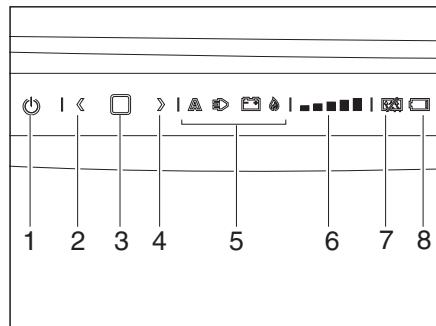

Fig. 132 Elementi di comando per il frigorifero (Thetford)
- Premere il tasto di conferma (Fig. 132,1) e tenerlo premuto per 2 secondi.
- Sul display (Fig. 132,5) per la fonte di energia i simboli del funzionamento a gas, a rete elettrica o a batteria iniziano a lampeggiare.
- Selezionare la fonte di energia desiderata con i tasti a freccia (Fig. 132,2 e 4).
- Premere il tasto di conferma (Fig. 132,3) per confermare la selezione.
- L'indicatore dello stadio di raffreddamento (Fig. 132,6) inizia a lampeggiare.
- Selezionare lo stadio di raffreddamento desiderato con i tasti a freccia (Fig. 132,2 e 4).
- Premere contemporaneamente entrambi i tasti a freccia (Fig. 132,2 e 4) e tenerli premuti per 2 secondi.
- Il simbolo indicante (Fig. 132,7) la funzione anticondensa si accende e la funzione è disattivata.
- Il simbolo indicante (Fig. 132,7) la funzione anticondensa si spegne e la funzione è attivata.